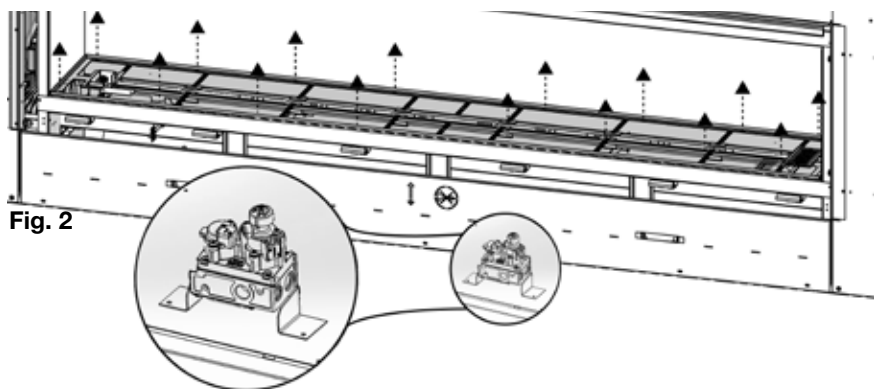

Fig. 2
- ☐ 3. Retirez les vis servant à fixer l'assemblage du brûleur en place (le nombre de vis varies par appareil) (**Fig. 2**). Soulevez la tige de contrôle. Mettez-les au côté.
- ☐ 5. Retirez les deux vis servant à fixer le régulateur du soupape et retirer le régulateur, remplacez par celui fourni (**Fig. 2**).